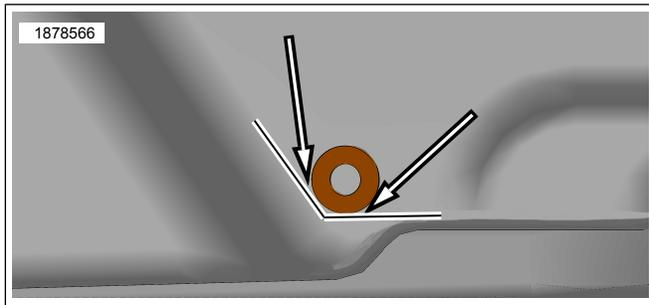

Figura 3. Posizione del foro inferiore della borsa laterale
- b. Figura 3 Utilizzare l'anello di tenuta (7) del kit come guida per la posizione del trapano.